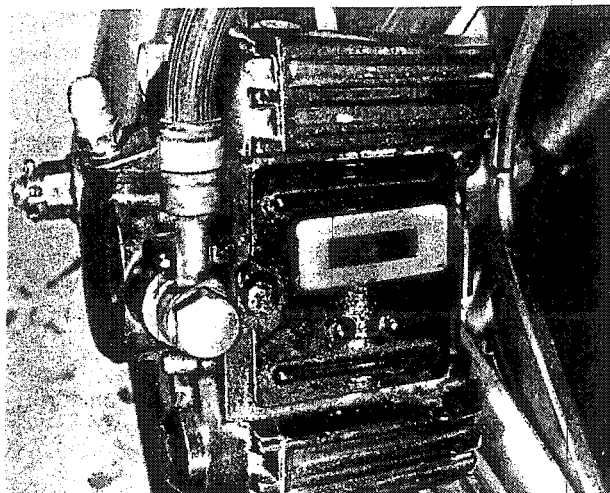

Bild 239
- Die Beläge können nach dem Abheben des an der Hinterseite der Bremszange angelegten Inspektionsdeckels auf Abnutzung geprüft werden (Bild 239). Die Reibblöcke können ersetzt werden, ohne das Vorderrad auszubauen.